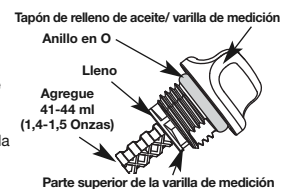

Fig. 22
5. Retire el tapón de relleno de aceite / varilla de medición e inspeccione el nivel del aceite. El aceite debe llegar hasta la parte superior de la varilla de medición (Fig. 22).